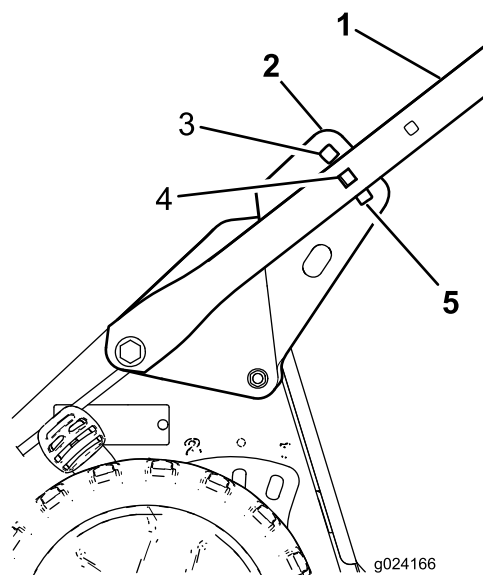

Рисунок 5
5. Займите рабочее положение, чтобы определить наиболее удобную высоту рукоятки (Рисунок 5).